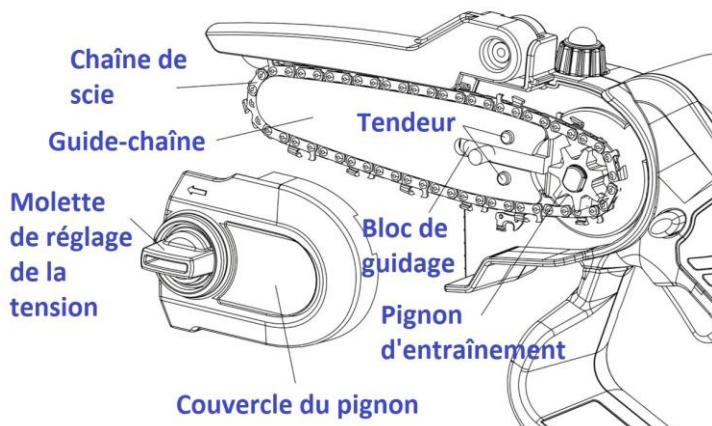

Fig. 14
- Remplacer la chaîne de scie (Fig. 14) :
- 2) Desserrez la molette de réglage de la tension (11).
- 3) Retirez le couvercle du pignon (10) et la molette de réglage de la tension (11).
- 4) Retirez la chaîne de scie (13) et le guide-chaîne (12).
- 7) Remettez le couvercle du pignon (10) sur l'élagueuse.
- 8) Serrez fermement le couvercle du pignon (10) avec la molette de réglage de la tension (11).